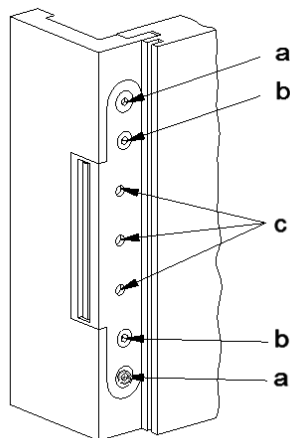
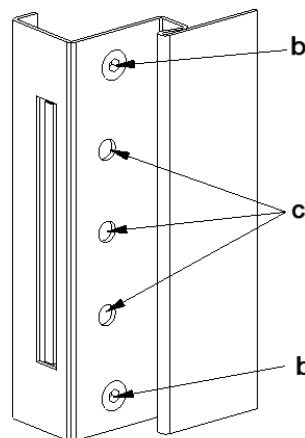

BILD 9
BILD 10
- Nun das Türblatt in der Höhe ausrichten und die Klemmschrauben (c) anziehen. (Bild 9 und Bild 10).